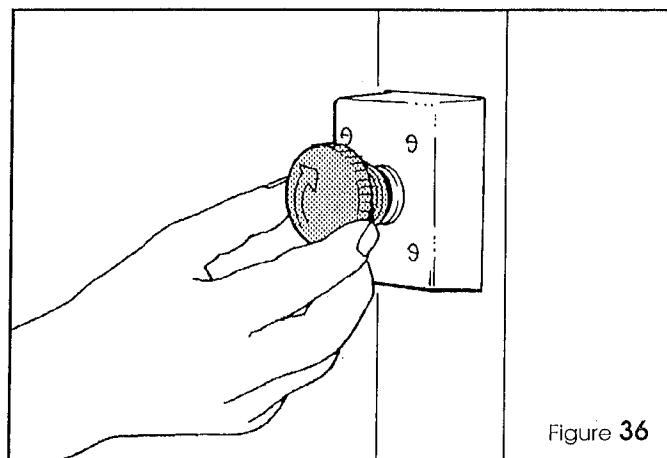

Figure 36
- Notausschalter entriegeln durch Drehen im Uhrzeigersinn (Figure 36).